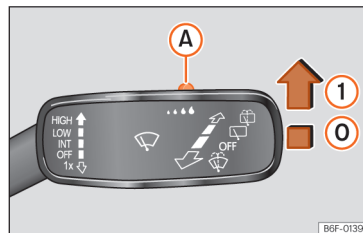

Abb. 87 Scheibenwischerhebel: Regensensor (A) einstellen.
Hebel in die gewünschte Position drücken »» **(Abb. 87)**.
- ⑤ Regensensor deaktiviert.
- ① Regensensor aktiv – automatisches Wischen bei Bedarf.
Nach dem Aus- und Wiedereinschalten der Zündung bleibt der Regensensor aktiviert und funktioniert wieder, wenn der Scheibenwischerhebel in der Position »» **(Abb. 87)** ① steht und schneller als 16 km/h (10 mph) gefahren wird.